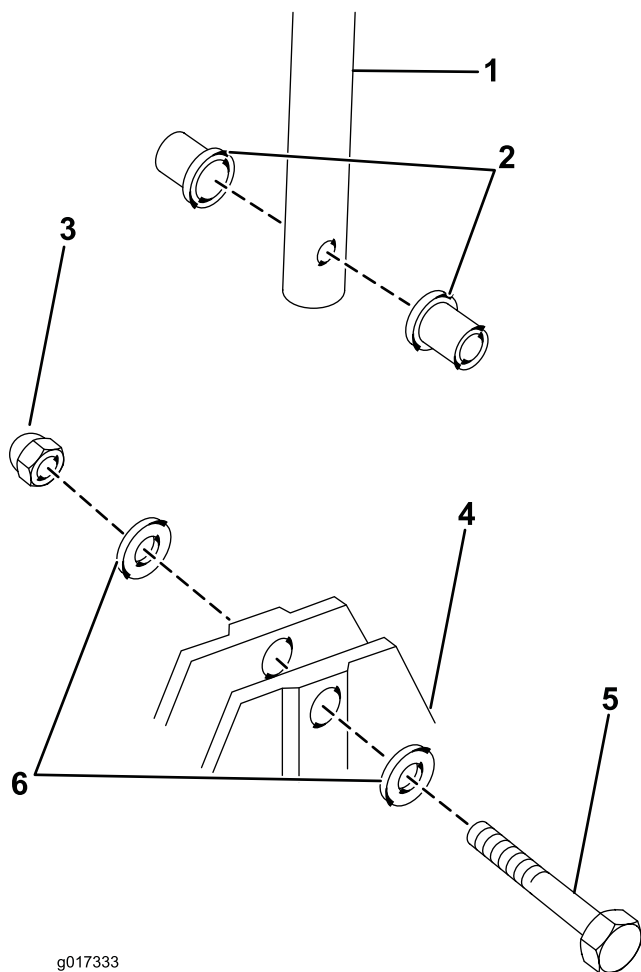

図 3
1. フレームにブッシュ（2枚）を挿入する（図 3）。
2. ブッシュの間に下ハンドルを入れ、ハンドルバーボルト（1本）、ワッシャ（2枚）、ナット（1個）で固定する（図 3）。